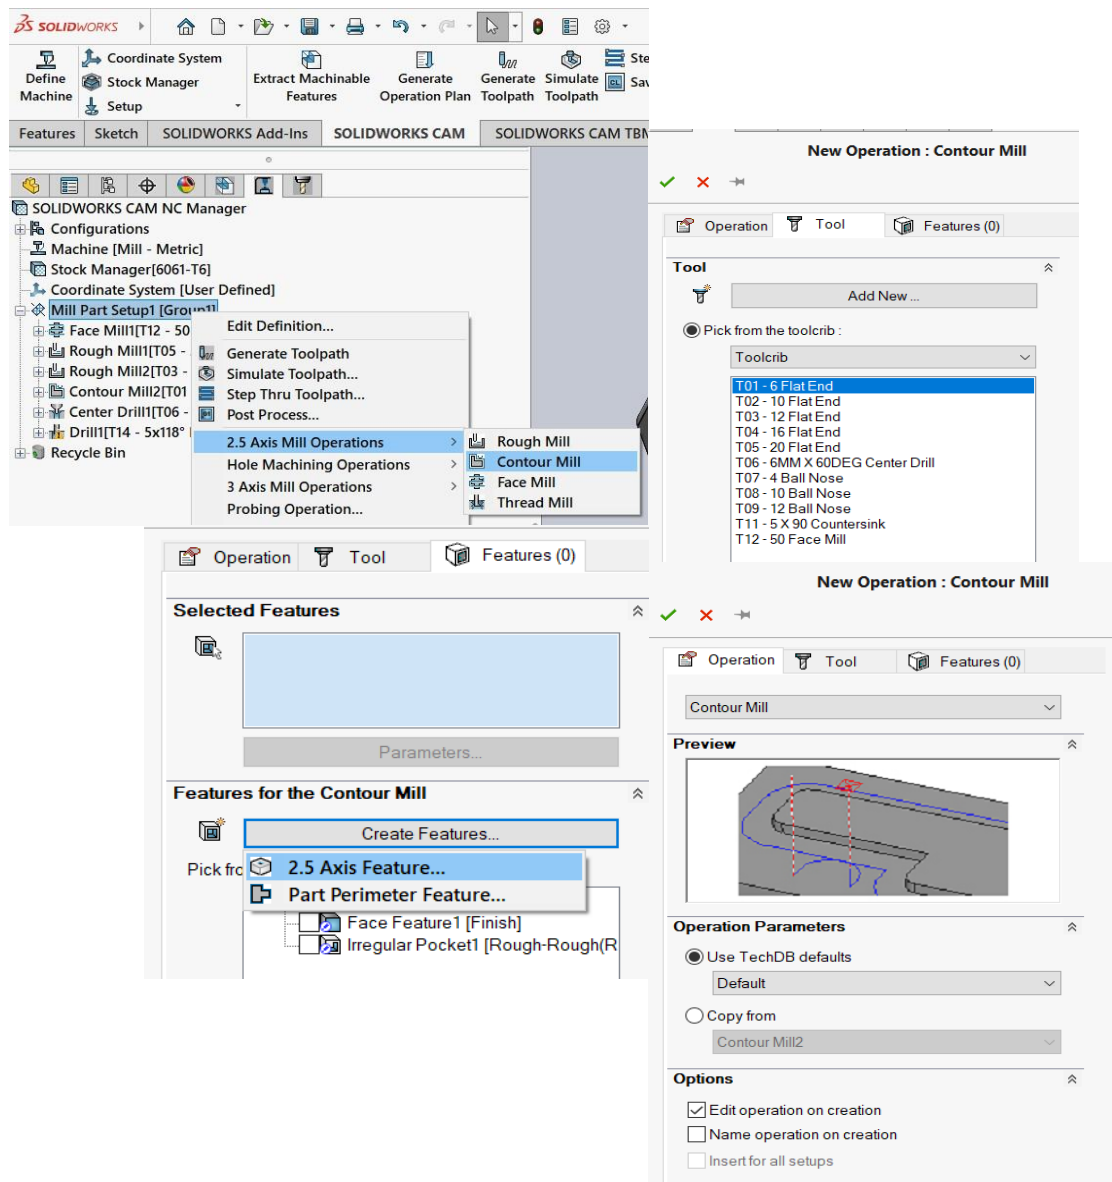

Рис. 1.22. Налаштування для додавання фрезерної операції
7. Додати 2,5-фрезерну операцію обробки зовнішнього контуру до фрезерного установа 1 (рис. 1.22–1.24).